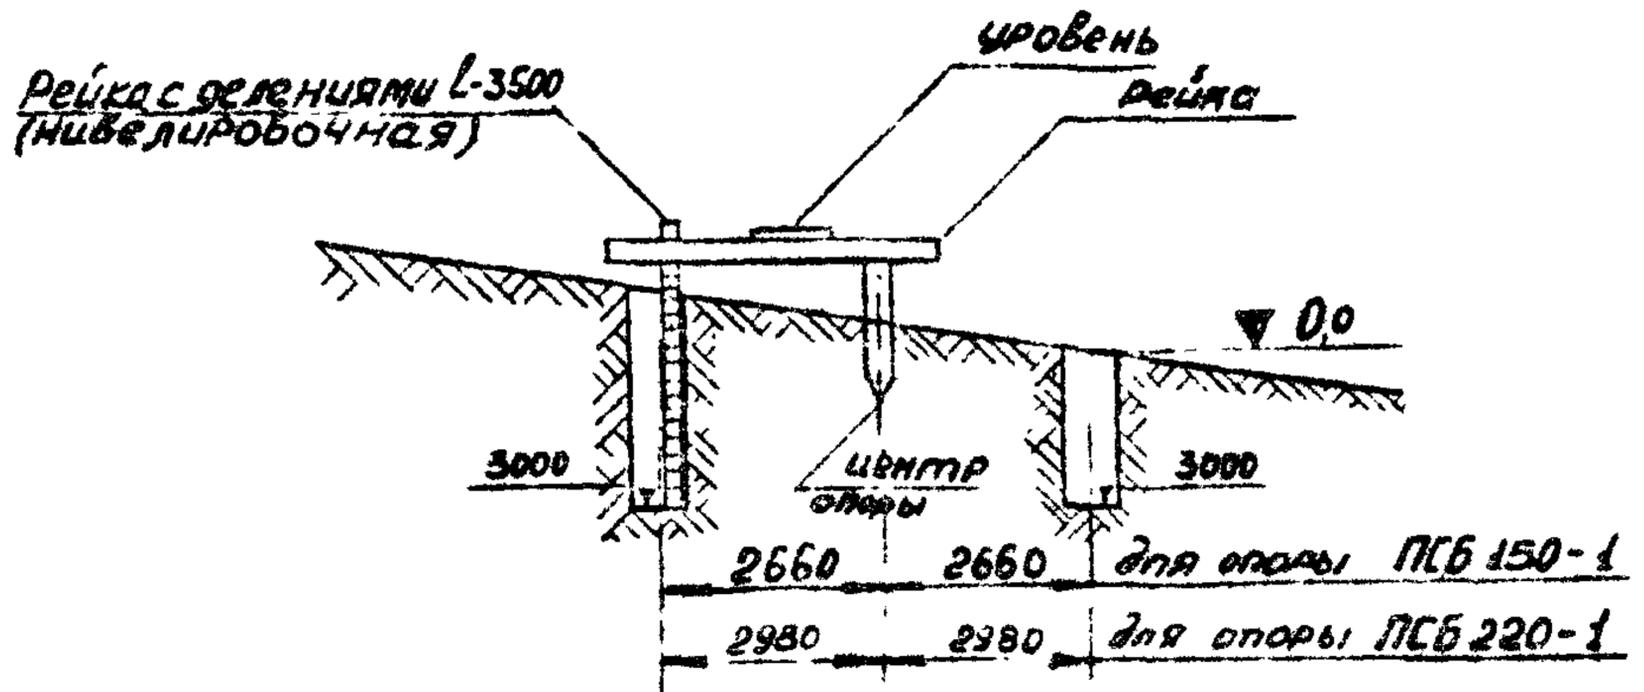

Рис. 2-2 Схема проверки отметок дна котлована
3.3. Особое внимание следует обратить на выбуривание точно по отвесу (вертикально и на проектную глубину). Подошвы обочек котлованов должны находиться на одной отметке. Проверку отметок дна котлована рекомендуется производить приведенной на рис.2-2.